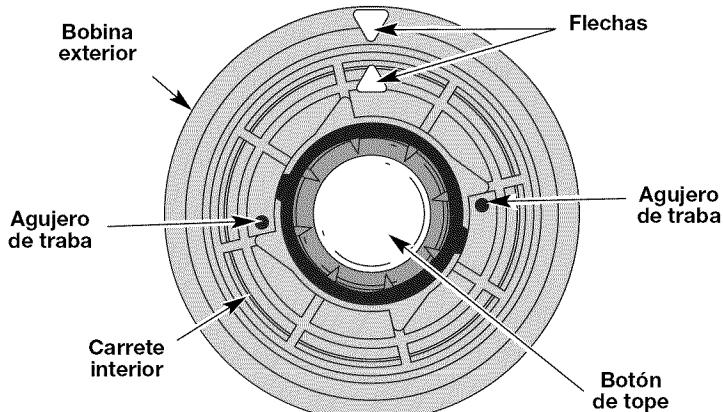
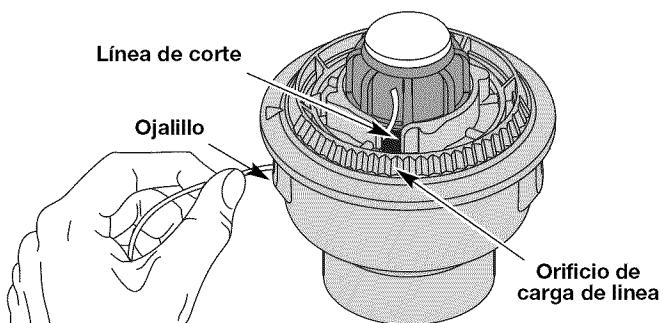

Fig. 11
Fig. 12
2. Alinee la flecha del carrete interior con la flecha de la bobina exterior (Fig. 11).
3. Saque los extremos de la línea vieja de los agujeros de traba (Fig. 11) y tire de la línea vieja a través de los ojetes del carrete (Fig. 12).
4. Asegurándose de que las flechas estén alineadas, inserte el extremo de un segundo pedazo de línea de corte recto en uno de los dos ojetes en la bobina exterior. Páselo hacia arriba a través del orificio de carga del carrete interior (Fig. 12). No doble la línea al insertarla en el ojalillo.